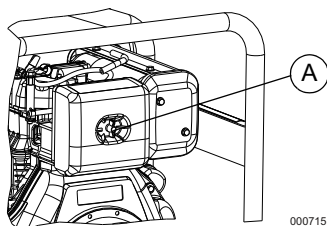

Figura 4-4. Armado del filtro de aire
1. Vea la **Figura 4-4**. Gire la perilla (A) y retire la cubierta del filtro de aire.